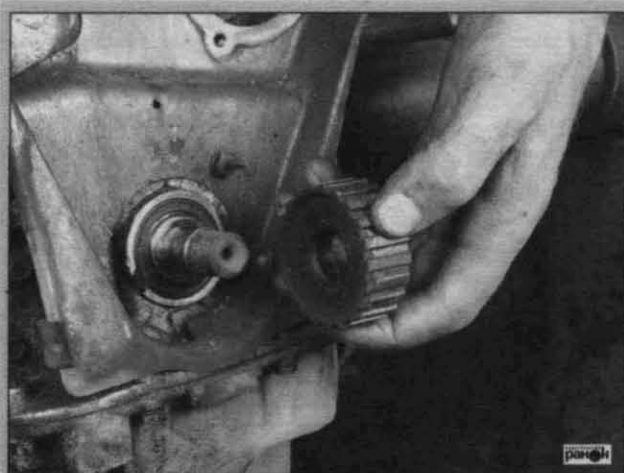

Рис. 3.42. Снятие зубчатого шкива коленвала
- поддев монтажной лопаткой или отверткой, снять зубчатый шкив коленчатого вала (рис. 3.42);